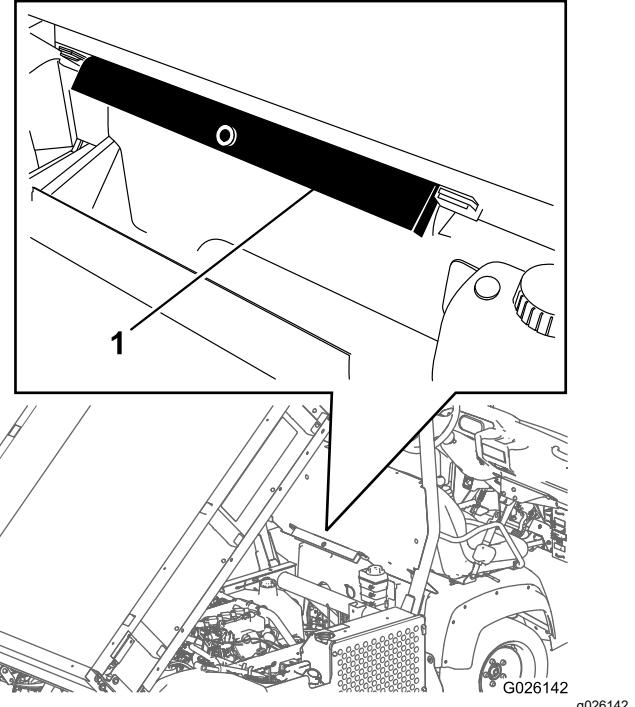

Bild 1
2. Nehmen Sie die Ladepritschenstütze aus den Lagerhalterungen hinten an der Überrollschutzplatte (Bild 1).